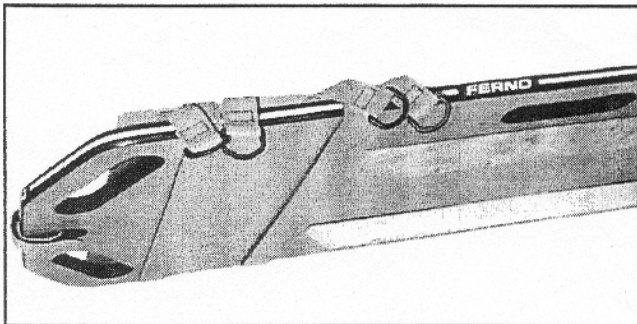

Fig. 2 Festestropper ført under ryggbrettet
- Fig. 2** Festestropper ført under ryggbrettet
4. Dersom ryggbrettet ikke har hull i sidene, legg sidestroppene under ryggbrettet (fig. 2) og sikre deretter sidestroppene til festestripsene på underlagsplaten.